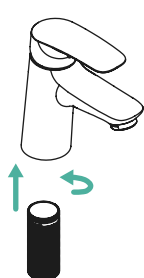
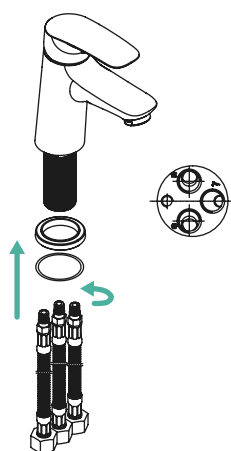

Рис. 2
Рис. 3
2. Плотнo прикрутите резьбовую трубу к основному корпусу (рис.2). Установите основание и уплотнительное кольцо (рис.3).
3. Присоедините гибкую подводку к смесителю (рис.3). Рекомендуются подключение холодной воды справа, а горячей слева.